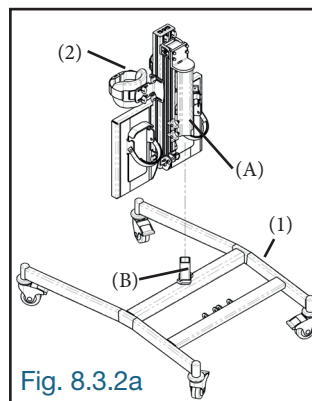

Fig. 8.3.2a
8.3.2a) Glisser le profilé (A) du châssis (2) sur le tube (B) de la base avec roues (1) (Fig. 8.3.2a).